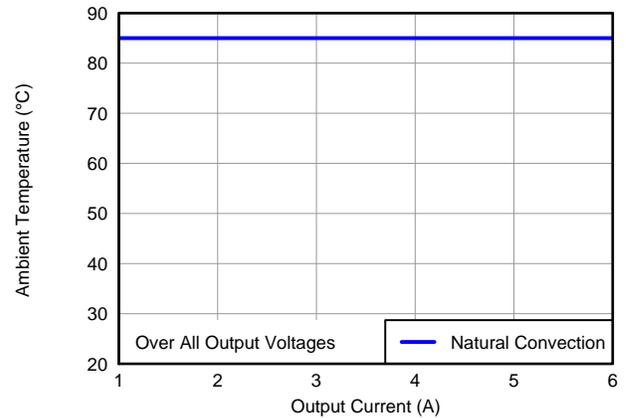

Figura 4. Área de operação segura
- (2) As curvas apresentadas em função da temperatura representam as condições nas quais os componentes internos estão dentro ou abaixo das temperaturas máximas de operação estabelecidas pelo fabricante. Os limites de alteração se aplicam a dispositivos soldados diretamente em uma PCB dupla de 100 mm x 100 mm com 1 onça (228 gramas) de cobre. Aplica-se à Figura 4.